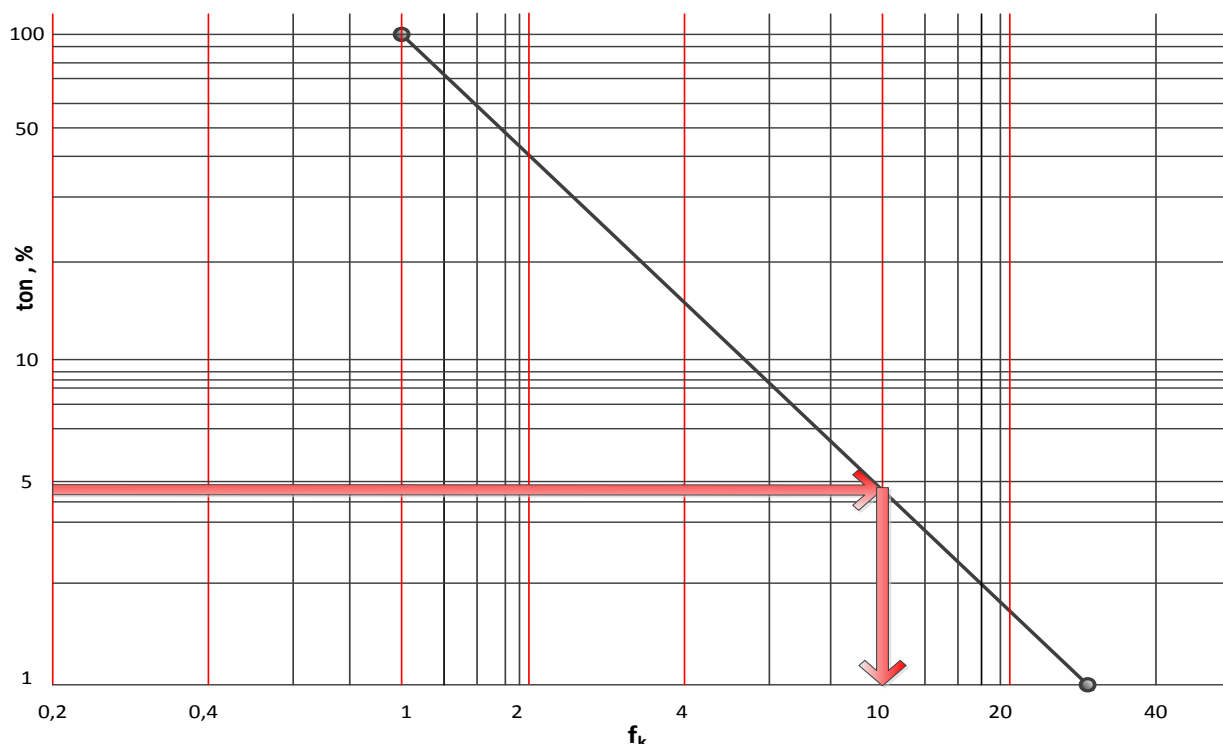

Рисунок 4. Зависимость константы  $f_k$  от периода включения
#### Шаг 6. Определение константы $f_k$ в зависимости от периода работы по рис.4 или по формуле (19).